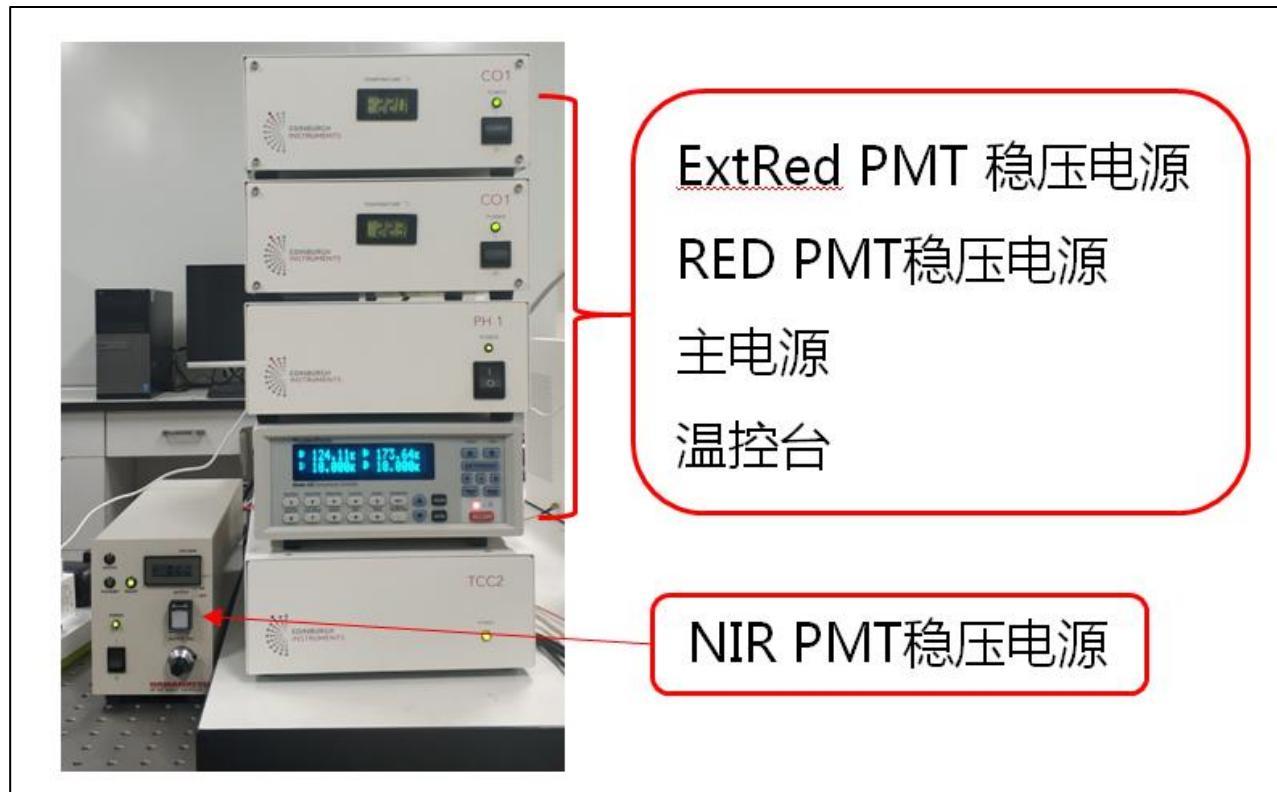

图 3. 仪器控制电源
3. 用 PMT 检测时，必须等稳压电源 CO1 (如图 3) 的温度示数在 -18°C 以下才可以开始采集数据；
4. NIR PMT (950-1700 nm) 探测器 (如图 3) 接通电源后，POWER 和 STANDBY 指示灯会亮起，要等 STANDBY 指示灯灭掉，READY 指示灯亮起之后，才能加高压，即按下 OUTPUT 按钮，该按钮会亮起橙色的灯，开机完毕。